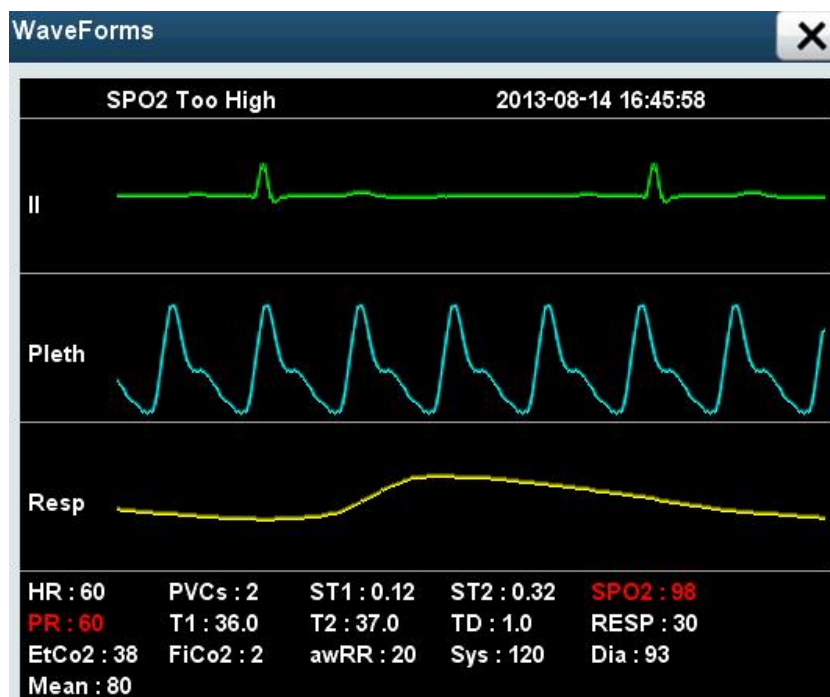

Fig. 13.5 Revisión de forma de onda
- Seleccione [Formas de onda] para ver la forma de onda y los parámetros relevantes cuando se produce la alarma, como se muestra en la Fig. 13.5 a continuación: